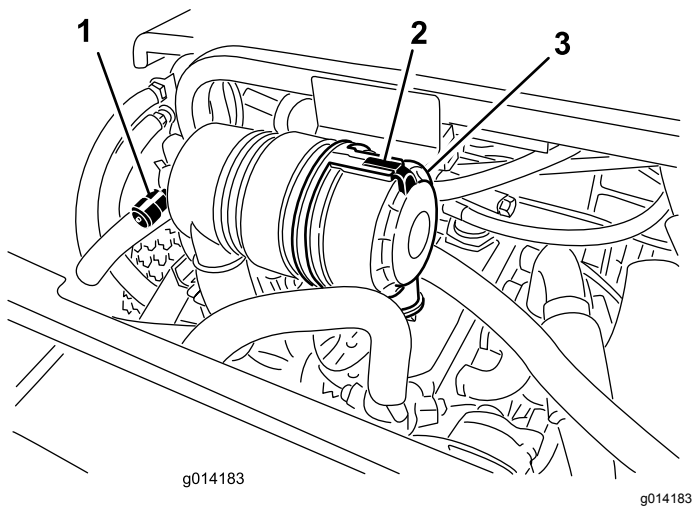

Figura 30
mejor por los casquillos superiores e inferiores de los pivotes de dirección. Debe observar grasa rezumando tanto por la parte superior como por la parte inferior del conjunto de eje/casquillo de los 4 pivotes de dirección (Figura 30).
Revise el filtro del limpiador de aire únicamente cuando el indicador de mantenimiento (Figura 30) lo requiera. El cambiar el filtro antes de que sea necesario sólo aumenta la posibilidad de que entre suciedad en el motor al retirar el filtro.
1. Abra el enganche que sujeta la tapa del limpiador de aire a la carcasa del limpiador de aire (Figura 30).